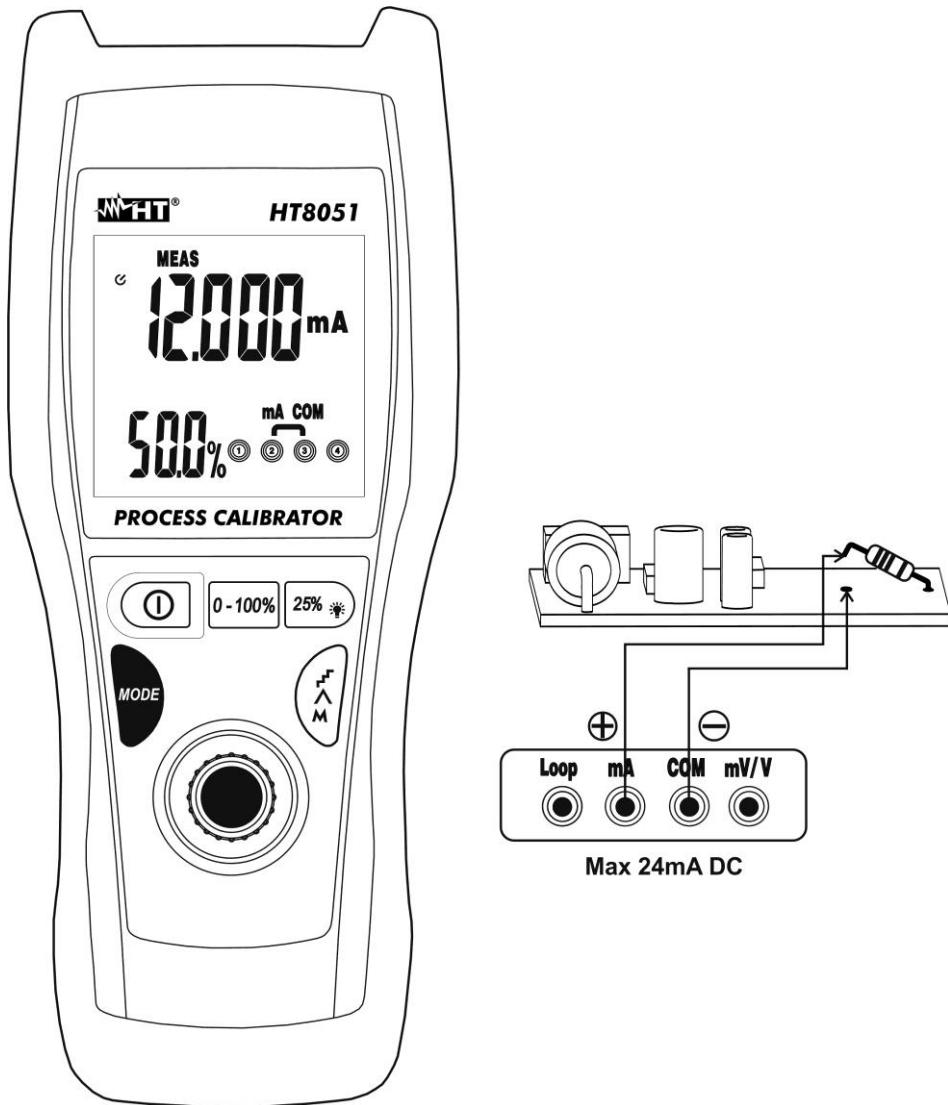

Fig. 5: Medição de correntes CC
4. Ligar a ponteira verde e a ponteira preta em série com o circuito do qual se pretende medir a corrente respeitando a polaridade e o sentido da corrente (ver a Fig. 5).
6. A mensagem “-OL-” indica que a corrente em exame excede o valor máximo mensurável pelo instrumento. O instrumento não executa medições de corrente com polaridade oposta em relação à ligação da Fig. 5. O valor “0.000” é apresentado no display.